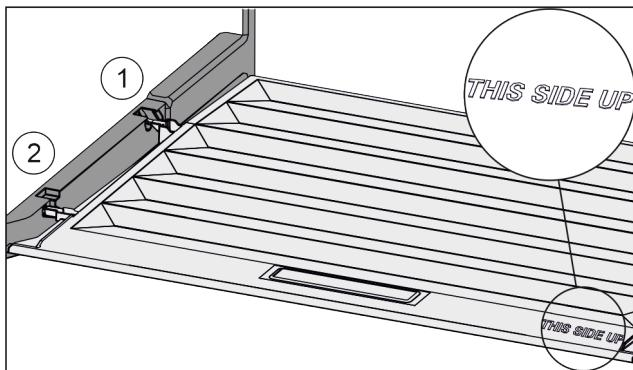

Fig. 143
- Вставить поперечные ребра крышки через отверстие заднего держателя Fig. 143 (1) и защелкнуть спереди в держателе Fig. 143 (2).